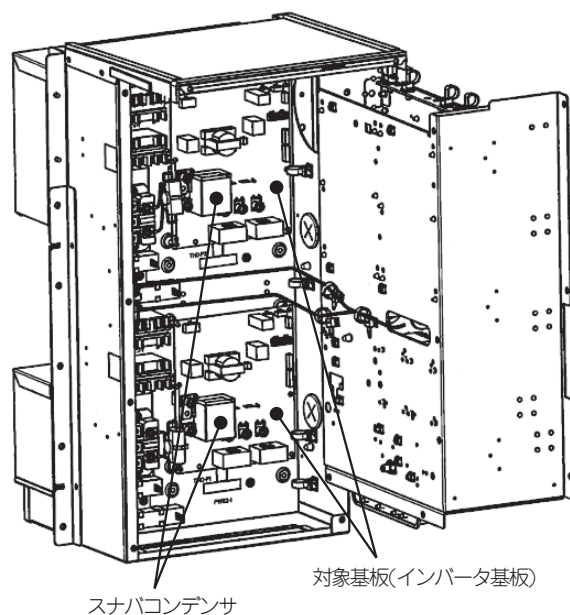

図4 制御面を開き、対象基板が見える状態
- 図4のように制御面を開き、対象基板（インバータ基板）に接続されたコネクタ（図1参照）、スナバコンデンサ（図4参照）、ハーネス（P、N、U、V、W線）を外し、対象基板（インバータ基板）を交換してください。